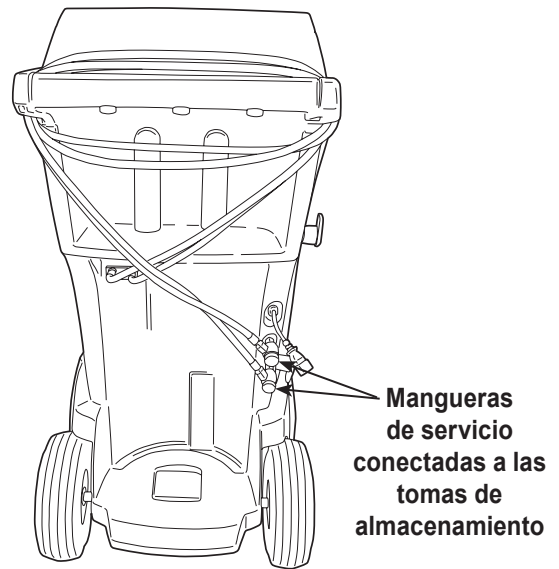

Figura 1
1. Cuando se le indique, conecte las mangueras de servicio de la máquina a sus tomas de almacenamiento y abra los acopladores de servicio como se muestra en la Figura 1.